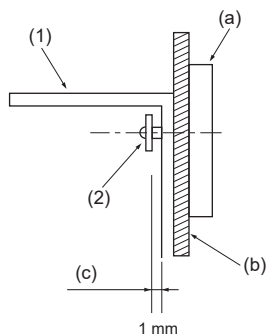

Abb. 3-4
- Zunächst die Klammer an der Wand montieren und dann die Schrauben anziehen, so daß die Klammer nach oben und unten geschoben werden kann. (Abb. 3-4)
(1) Klammer, die das Umkippen verhindert
(2) Blechschraube